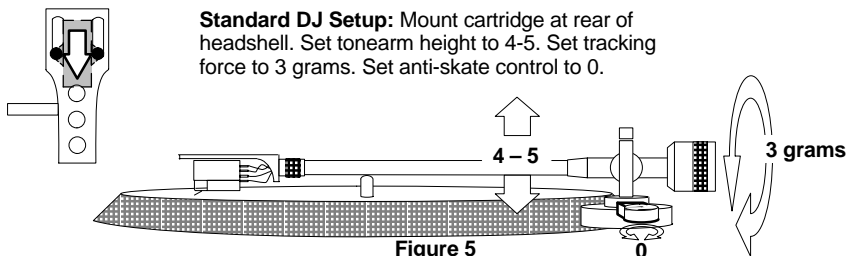

Figure 5
•**Standardmäßige DJ-Einrichtung (Abbildung 5):** Den Tonabnehmer an der Rückseite des Tonarmkopfs befestigen. Die Tonarmhöhe auf 4-5 einstellen. Die Auflagekraft auf 3 g einstellen. Den Antiskating-Wert auf 0 einstellen.